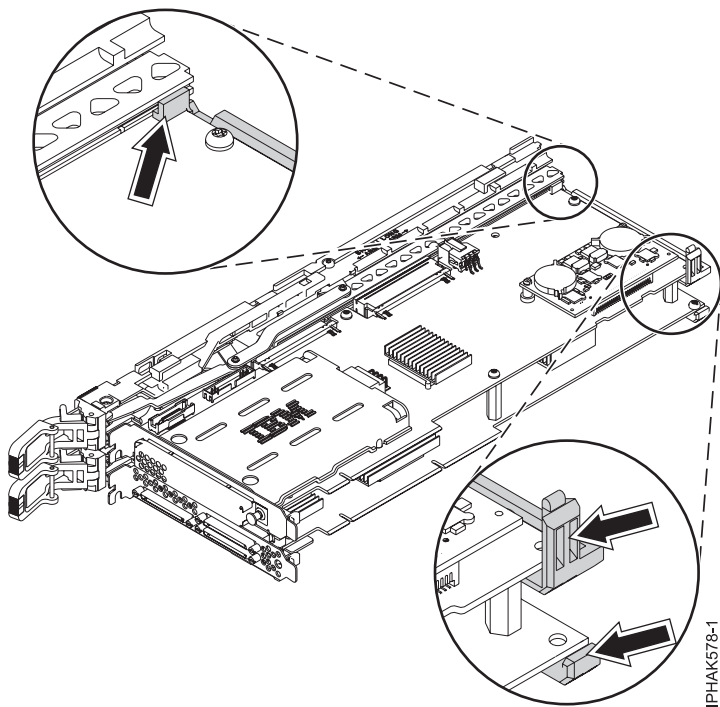

Figure 72. Dégagement des bras arrière du bloc-cassette
- b. Dégagez les bras arrière du bloc-cassette des coins inférieurs de la carte double largeur. Voir figure 72, à la page 82.